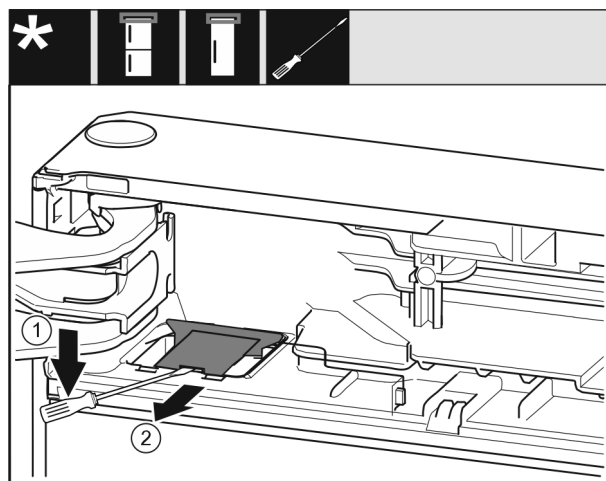

Fig. 10
- Используя шлицевую отвертку, отцепите крышку Fig. 10 (1).
- Извлеките крышку Fig. 10 (2).